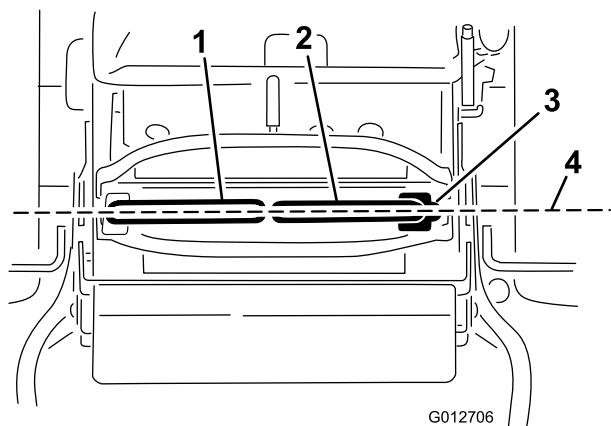

Figure 68
**Important:** Assurez-vous que l'alignement des roues est correct après avoir réglé les leviers de commande de déplacement (Figure 68).
légèrement les leviers de commande vers l'avant pour rattraper le mou de la timonerie des leviers de commande (Figure 68).